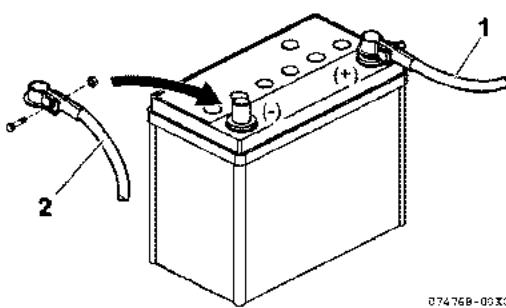

Рисунок 14
7. В последнюю очередь от аккумуляторной батареи отсоединяется плюсовый (+) провод (Рисунок 14).
8. При подключении аккумуляторных проводов к батарее, в первую очередь присоединяется плюсовый (+) провод (Рисунок 14).
9. В последнюю очередь к аккумуляторной батарее присоединяется минусовой (-) провод (Рисунок 14).